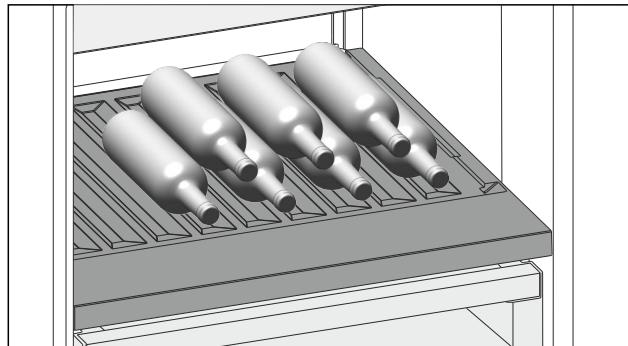

Fig. 115
- 将瓶底向后对着后壁放入瓶子。 (参见 Fig. 115)